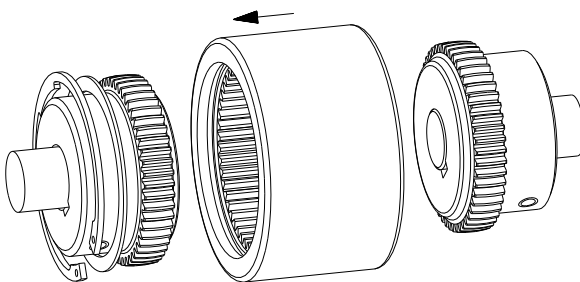

Bild 14
- Setzen Sie die Kupplungshülse auf die Verzahnung der Kupplungsnabe mit den auf den Nabenbund aufgeschobenen Sicherungs- und Anlaufring (siehe Bild 14).